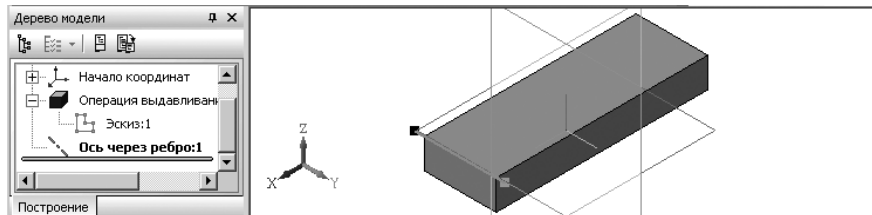

Рис. 8.170. Пример результата построения оси через ребро
- щелкните на **Специальной панели управления** по кнопке  – **Прервать команду** или нажмите клавишу **Esc**. **Панель свойств: Ось через ребро** экрана. В окне **Дерево модели** появится ветвь **Ось через ребро:1**. Возможный вид **Оси через ребро** показан на рис. 8.170.